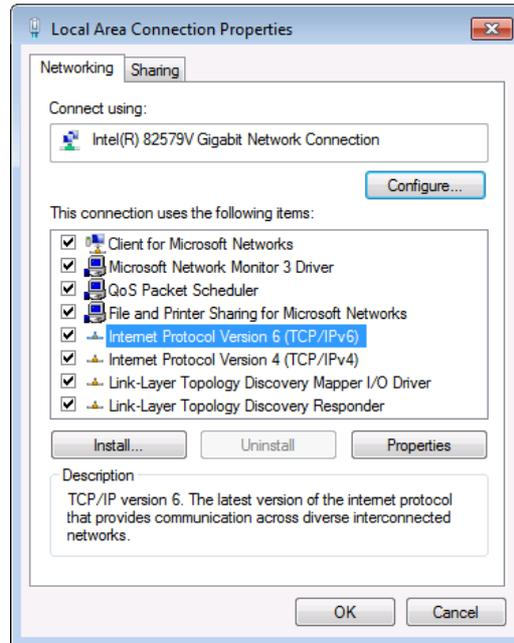

図9：ローカルエリア接続のプロパティ ウィンドウ
3. デバイスへの接続に使用するネットワークアダプターを強調表示し、この接続の設定を変更する をクリックします。図9に示すように、選択したネットワークアダプターの ローカル エリア接続のプロパティ ウィンドウ が開きます。